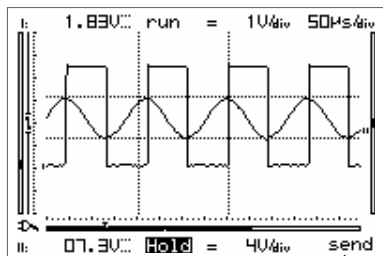

Fig 64
„Send“ (2) is displayed briefly.(Fig.64)
„Send“ (2) zal kort verschijnen (Fig.64)
“Send” (2) s'affiche brièvement (Fig.64)
„Send“ (2) erscheint zeitlich (Abb. 64)